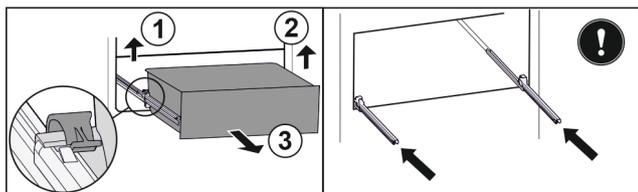

Fig. 54
- ▶ Soulever la bride gauche et tirer dans le même temps la partie gauche du tiroir vers l'avant. Fig. 54 (1)
- ▶ Soulever la bride droite et tirer dans le même temps la partie droite du tiroir vers l'avant. Fig. 54 (2)
- ▶ Retirer le tiroir par l'avant. Fig. 54 (3)